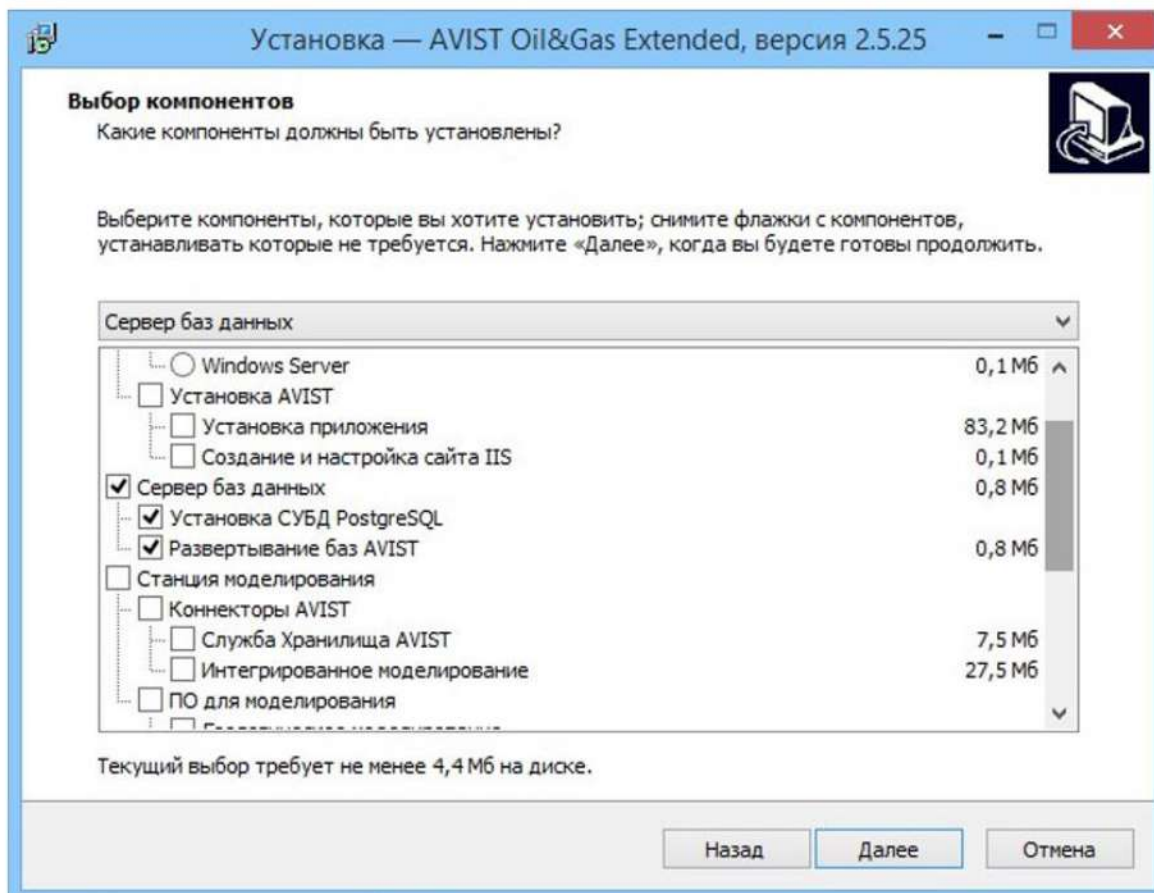

Рисунок 20 - Сервер баз данных
- 5) Выбрать Сервер баз данных из выпадающего списка, нажать кнопку «Далее» (Рисунок 20).